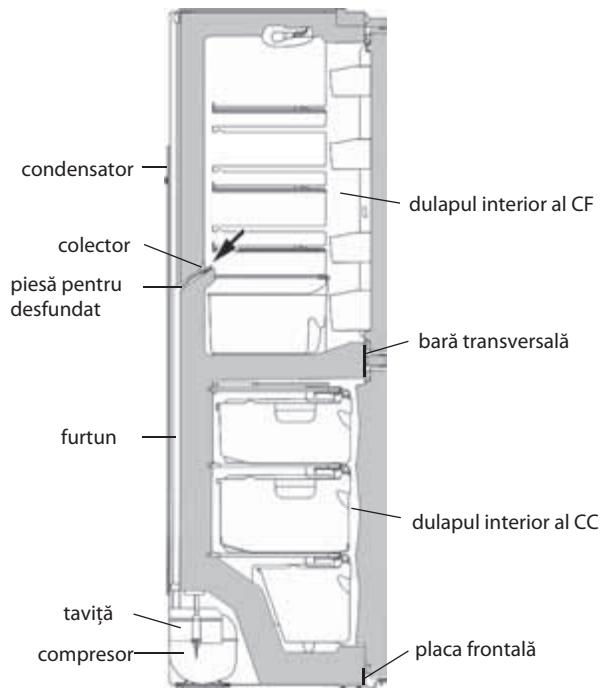

Figura 11 — Schema scurgerii apei rezultate în urma topirii din CF
4.2.1 În CF se folosește un sistem automat de dezghețare. Bruma, care apare pe peretele din spate a CF, după deconectarea compresorului care lucrează în ciclu, se topește și se transformă în picături de apă. Picăturile de apă rezultată în urma topirii se scurg în colector, apoi prin gaura acestuia și prin furtun - în tavița de pe compresor, în conformitate cu figura 11 și se evaporă. Gaura colectorului este dotată cu o piesă pentru prevenirea înfundării sistemului de drenaj.
Prezența apei în colector indică înfundarea sistemului de drenaj. Pentru eliminarea înfundării folosiți piesa corespunzătoare și curățați gaura colectorului, astfel ca apa să se scurgă liber în taviță, apoi spălați piesa și instalați-o în conformitate cu figura 11.
SE INTERZICE să utilizați frigiderul cu sistemul de scurgere înfundat. Apa care a apărut pe fundul CF sau care a ajuns în locul de alăturare a barei transversale și a dulapului interior al frigiderului cu figura 11, poate provoca coroziunea dulapului exterior al frigiderului și elementelor agregatului frigorific, defectarea izolației termice, form-